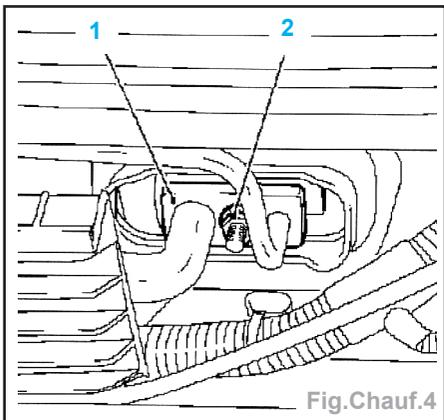

Fig. Chauf.4
- Déposer l'écrou (2), dégager la conduite (1) et le joint TXV (Fig. Chauf.4).
- écrou (**2**) à **1,5 daN.m** (Fig.Chauf.4).